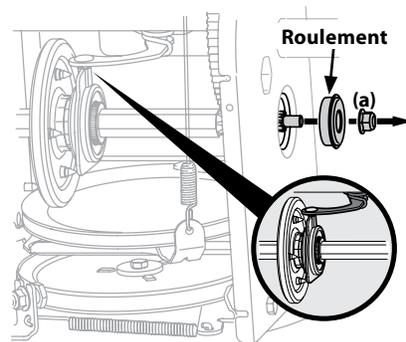

Figure 4-16
5. Retirez l'écrou (a) qui fixe l'arbre au châssis de la souffeuse, puis tapez doucement sur l'extrémité de l'arbre pour faire sortir le roulement à billes du côté droit du châssis. Voir Figure 4-16.
NOTE Vérifiez que la goupille du levier de vitesse est placée dans le boîtier du roulement. Voir l'encadré de la Figure 4-16.
NOTE Vérifiez que la goupille de la commande d'entraînement est bien en place dans le boîtier du roulement. Voir l'encadré de la Figure 4-16.